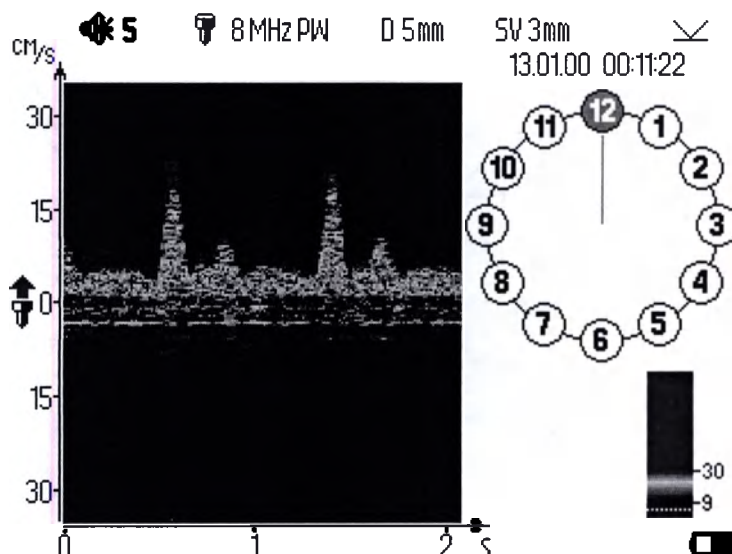

Рисунок 1.15 – PW-режим (глубина залегания сосуда 5 мм)
Импульсно-волновой режим (PW), см. рисунок 1.15, также позволяет оценивать глубину залегания сосудов и, как более чувствительный и защищённый от помех способ, позволяет работать в ситуациях, когда доплеровские сигналы от геморроидальных артерий снижены из-за небольшого размера на начальных стадиях геморроя.